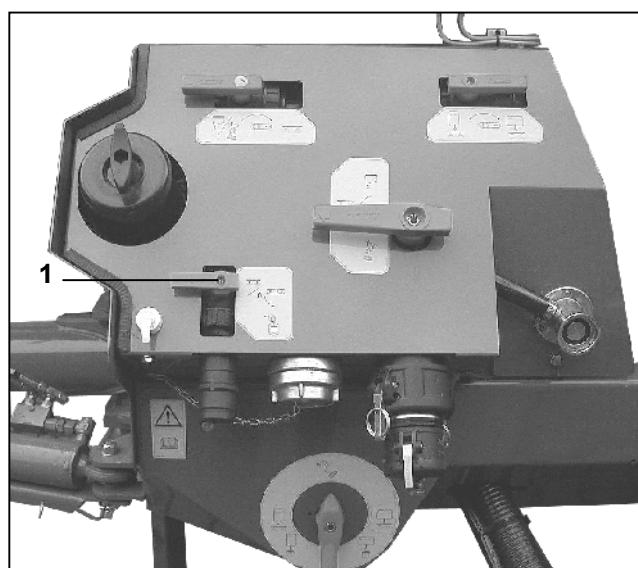

Рис. 10.13
- Многоходовые переключающие краны переместите в изображенное положение (Рис. 10.13).
- 2-ходовой кран (Рис. 10.13/1) поверните на 90°, пока не закачается нужное количество рабочего раствора.
- 2-ходовой кран (Рис. 10.13/1) один раз откройте на короткий промежуток времени для подкачки.